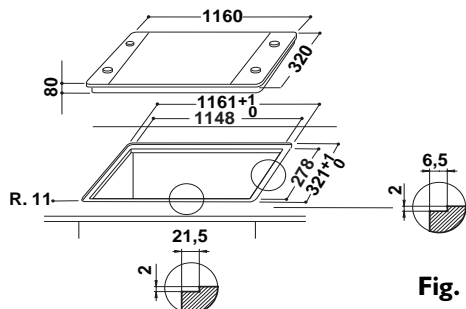

Fig. 4
Praticare un'apertura nel piano top del mobile con le dimensioni indicate in figura 1; per poter installare correttamente tale piano è inoltre necessaria una fresatura sul top di 2 mm profondità (Fig. 4).
- Rifilare con cura il bordo in eccedenza della guarnizione (fig. 4). Nel caso di installazione su legno (soprattutto truciolato), se dovessero essere presenti minimi spazi tra la fresatura e il bordo del piano installato rifinire riempiendo con minime quantità di silicone. La parte inferiore del carter dovrà essere interamente accessibile una volta installato l'apparecchio.